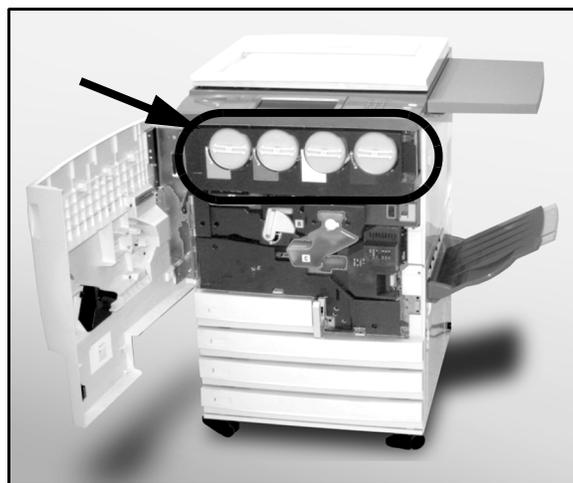

Figura 8: Localización del cartucho de tóner
- 1 Abra la puerta delantera de la copiadora/impresora y localice los cartuchos de tóner, tal y como ilustra la Figura 8. De izquierda a derecha, los colores de los cartuchos son: cian, magenta, amarillo y negro.